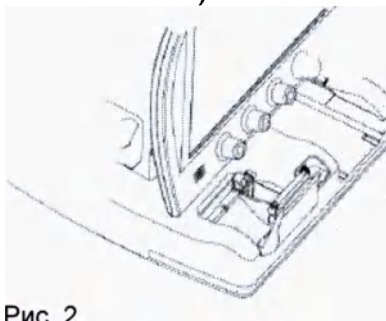
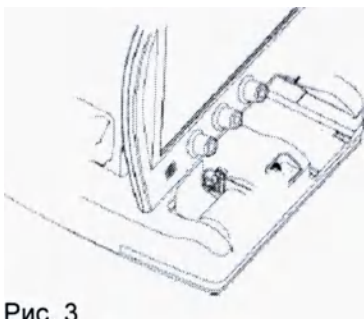

Рис. 2
Рис. 3
- 4) Установите новый рулон бумаги в принтер так, чтобы кончик бумаги остался свободным (Рис. 2 и Рис. 3). Будьте внимательны, определите лицевую сторону бумаги.